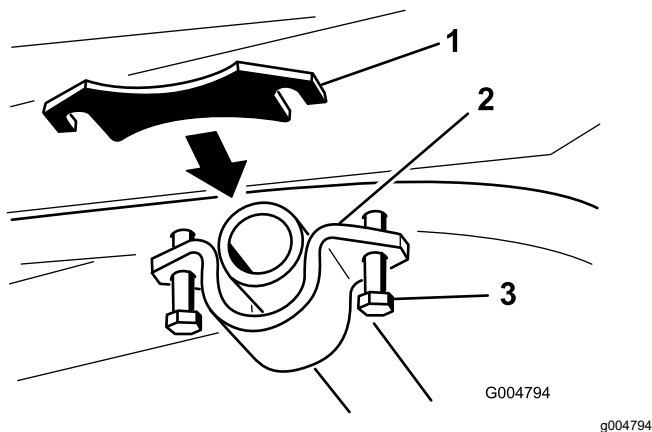

Figure 22
6. Desserrez les boulons de fixation du support du tube de pivot pour créer une ouverture entre le cadre et le support (Figure 22).